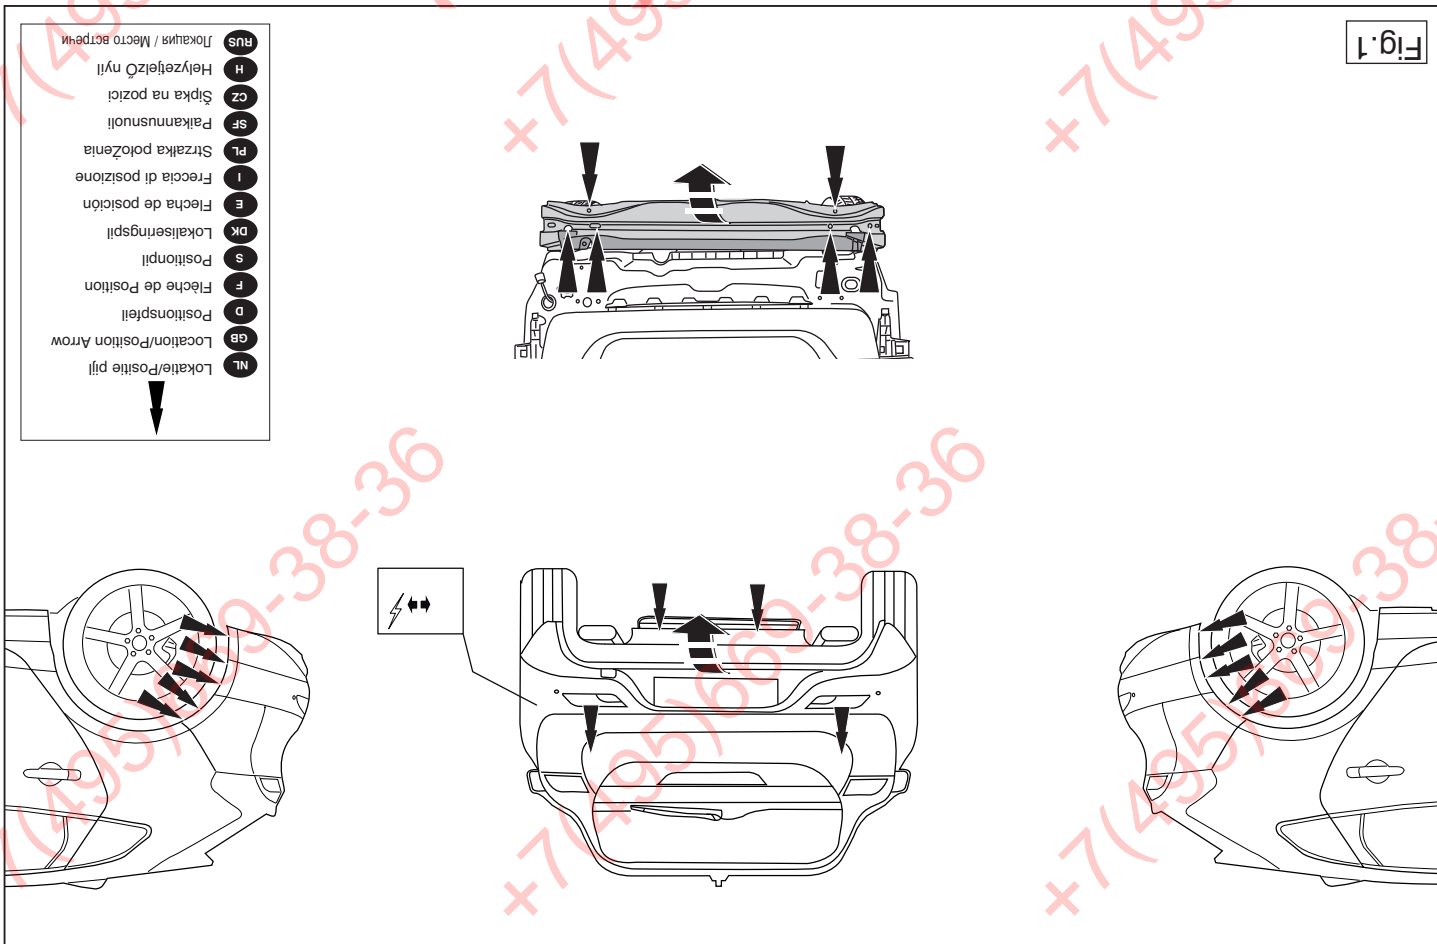

Fig.1
1. Remove the bumper and the steel buffer beam from the vehicle. See figure 1.
1. Die Stoßstange einschließlich des stählernen Stoßbalkens vom Fahrzeug abmontieren. Siehe Abbildung 1.
3. Voir la figure 1.
1. Demonter kofangeren, inklusive køretøjets stålstødbjelke. Se fig. 1.